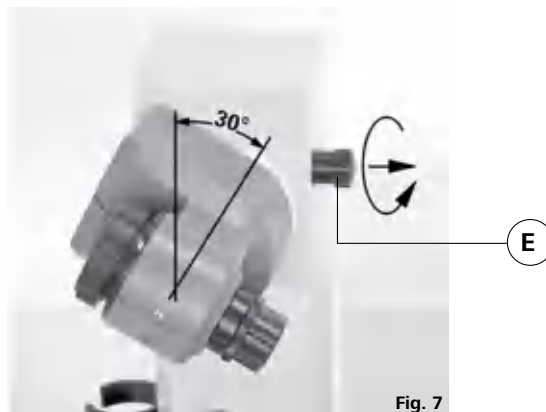

Fig. 7
- ☞ 逆时针旋转并松开升降支臂右侧的旋转机构角度锁定装置(E) (轻轻按下并向外旋转凸出部分 (E))。
- ☞ 将旋转机构角度设定为 30°左右 (Fig. 7)